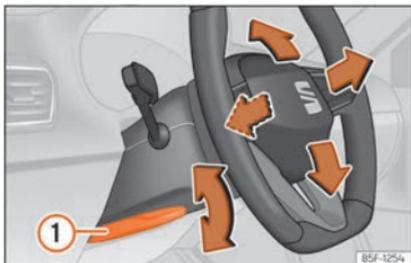

Fig. 5 Alavanca na parte inferior do lado esquerdo da coluna de direção
- Puxe a alavanca »» Fig. 5 ① para baixo, mova o volante até à posição desejada e volte a subir a alavanca até ao ponto de fecho.
- Após ajustar a coluna da direção, empurre firmemente a alavanca »» Fig. 5 ① para cima para que o volante não mude de posição acidentalmente durante a marcha.